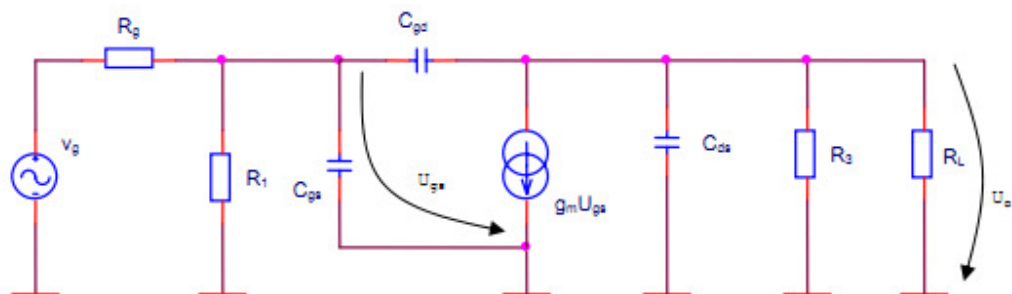

Fig. 9. Schema echivalentă la frecvențe înalte și semnal mic pentru circuitul din fig. 8.
Se desenează schema echivalentă la frecvențe înalte și semnal mic (fig. 9).
b) Metoda se aplică, relativ la schema echivalentă la frecvențe înalte, prezentată fig. 9. Se analizează pe rând efectul fiecărei capacități: